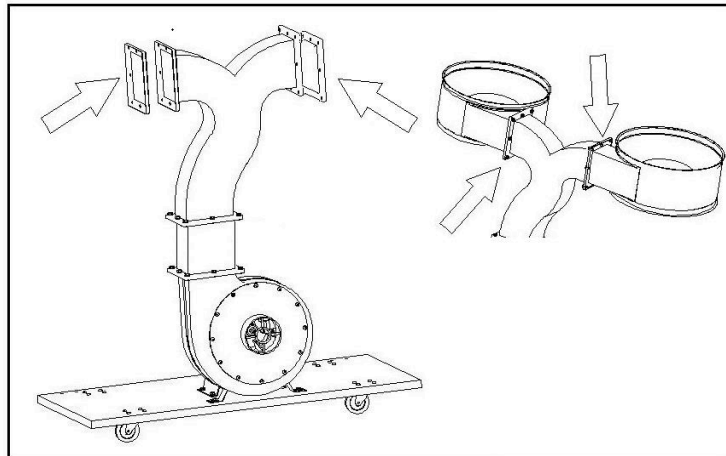

Fig5
Installez ensuite les deux collecteurs (C) deux garnitures (I) à la sortie comme indiqué sur la Fig5.